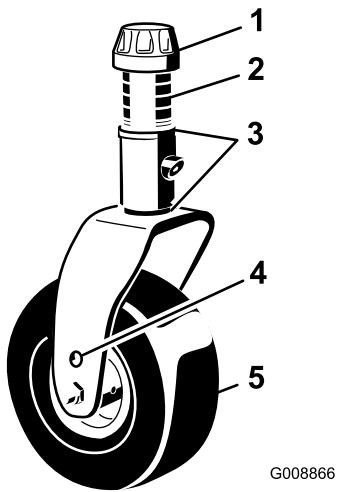

Figure 17
5. Enlevez le chapeau de tension de l'axe de pivot et sortez l'axe du bras de la roue pivotante (Figure 17).